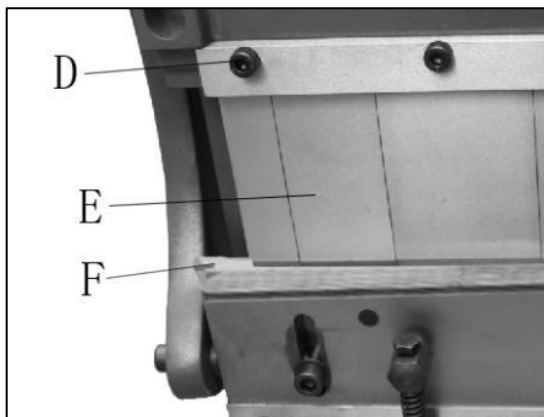

Figure 5
11. Placez une bande de bois (F, Figure 5) sur matrice inférieure, toute la longueur de la matrice.
13. Desserrez les vis (D) à l'aide d'une clé hexagonale de 5 mm.